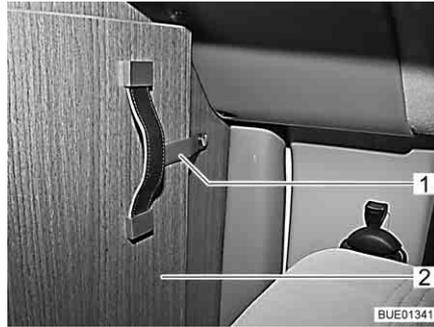

Fig. 56 Correia de segurança
- Desapertar a correia de segurança (Fig. 56,1) da parte articulada da separação da cabina do condutor (Fig. 56,2).